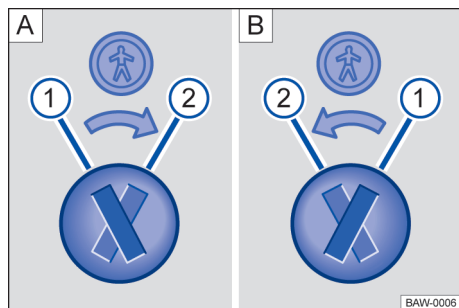

Fig. 43 Cierre de seguridad para niños: [A] puerta trasera izquierda, [B] puerta trasera derecha.
Legenda para→ fig. 43:
- Introducir el paletón de la llave en la ranura del seguro para niños para activarlo o desactivarlo → fig. 43.